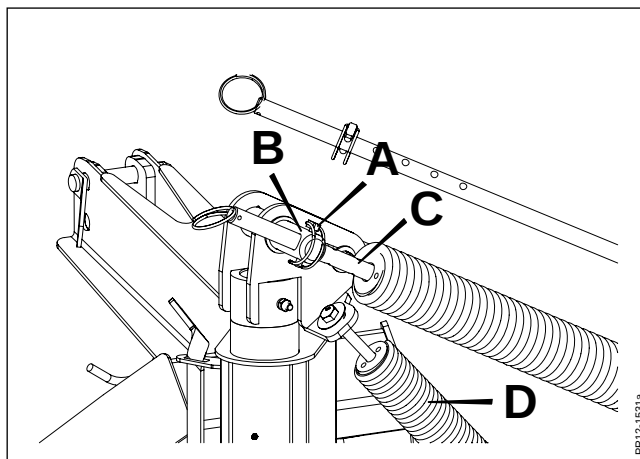

Fig. 3-9
**Fig. 3-9** For at skåne stubben mest muligt er det vigtigt, at knivbjælkens marktryk er så lavt som muligt. Vær opmærksom på at finde et passende kompromis mellem høj aflastning og god jordfølgningsevne.